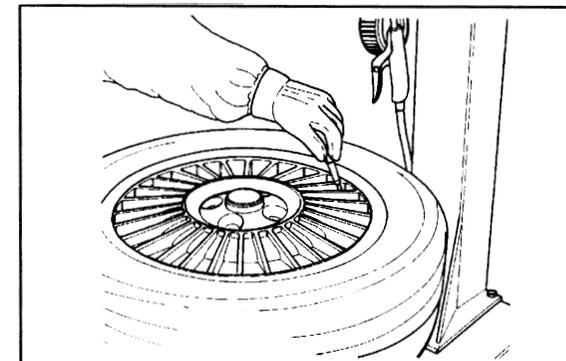

Рис. 20
**А.** Снимите все балансировочные грузы. Выверните вентиль и удалите из шины воздух (рис. 20).